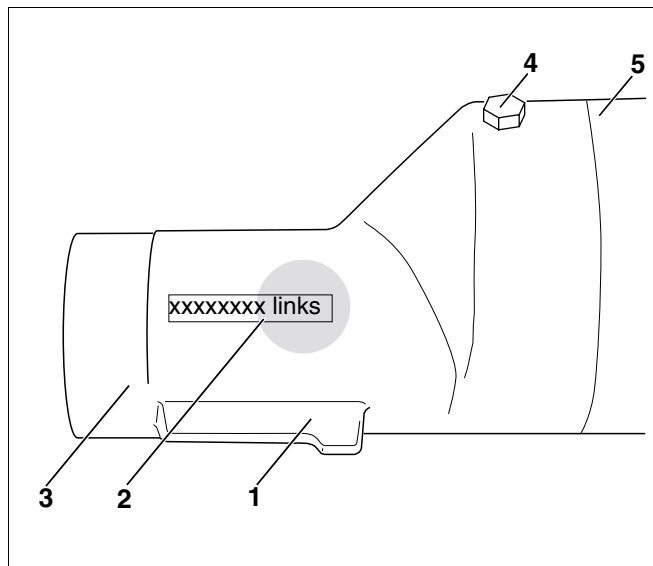

Рис. 24 Соединительная часть подпиточной трубы, левая
из-за неправильной установки соединительной части подпиточной трубы (рис. 24).
- Проверьте наличие уплотнений (рис. 24, **поз. 3**) соединительной части подпиточной трубы.
- Следите за тем, чтобы левая соединительная часть (маркировка "links"- "левая" рис. 24, **поз. 2**) была установлена в верхнюю ступицу левого котлового блока, а правая (маркировка "rechts"- "правая") - в верхнюю ступицу правого котлового блока.
- Надеть соединительную часть подпиточной трубы (рис. 24) на среднюю часть (рис. 24, **поз. 5**) и закрепить болтом М5 х 16 (рис. 24, **поз. 4**).